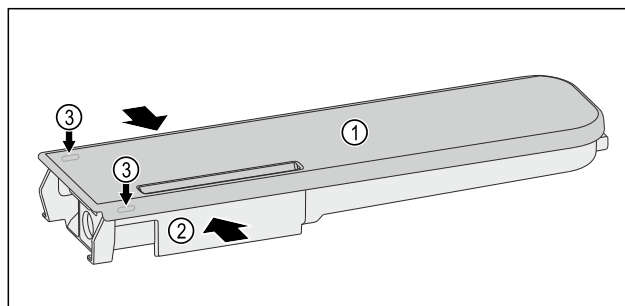

Fig. 166
- Stlačte nádrž na vodu *Fig. 166 (2)* k sobě a víko *Fig. 166 (1)* opatrně vypáče přes západky *Fig. 166 (3)* a vytáhněte nahoru.
- Víkem *Fig. 166 (1)* pohybujte lehce tam a zpět a sejměte jej nahoru.